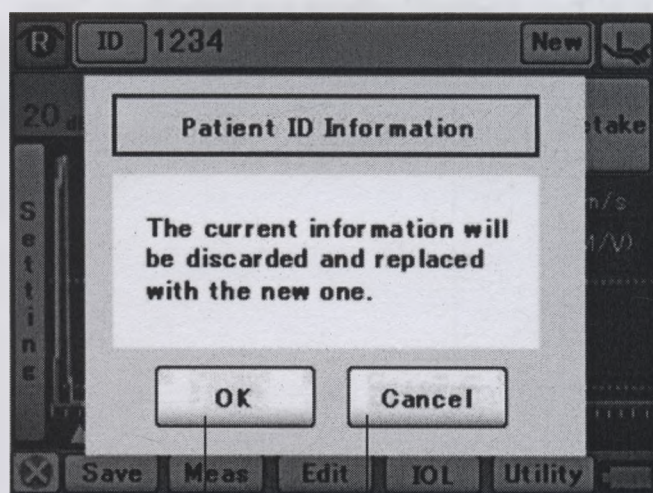

Рис. 3
- 6) Если ID вводится при уже имеющейся информации о пациенте и результатах измерения, тогда появляется окно запроса для замены (Рис. 3).